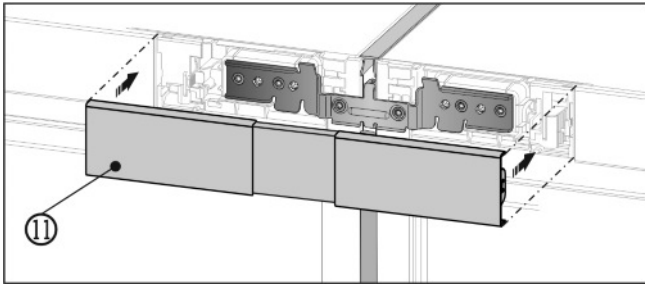

Fig. 15
- ▶ Klik de bovenste afdekking Fig. 15 (11) vast op de nog open tussenruimte van de beide bedíeningspanelen. Zorg ervoor dat de buitenkanten van de afdekking gelijklopen met de bedíeningspanelen.